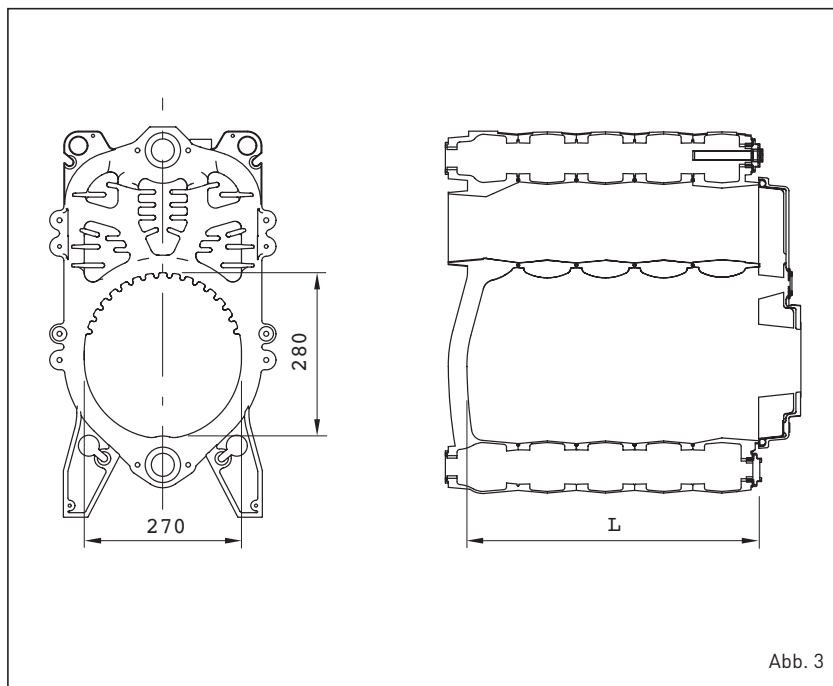

Abb. 3
1.6 VERBRENNUNGSKAMMER (fig. 3)
Die Verbrennungskammer hat einen direkten Durchlass und entspricht der Norm EN 303-3 Beilage E. Die Abmessungen entnehmen Sie bitte Abb. 3.